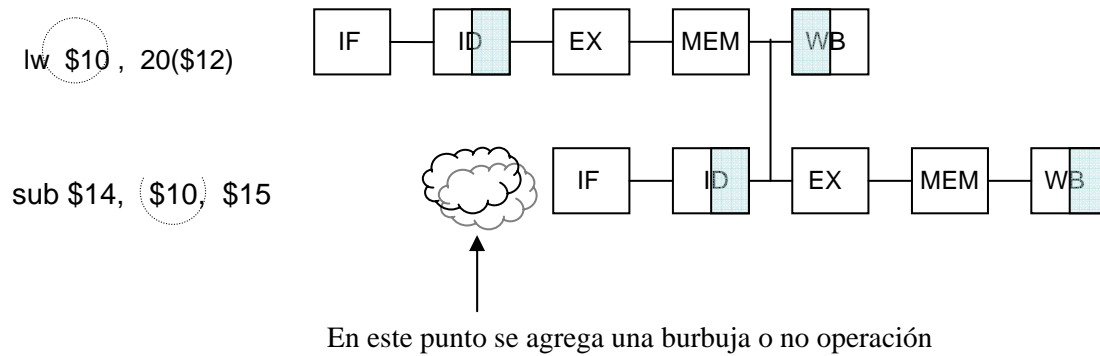

Figura 9. Inserción de no-op para evitar riesgo de datos en el registro \$10
- Inserción de paradas (*Stall insertion*): es posible insertar una o más paradas en el *pipeline* (no-op) que retardan la ejecución de la instrucción actual hasta que el dato requerido sea escrito en el archivo de registros (Figura 9).